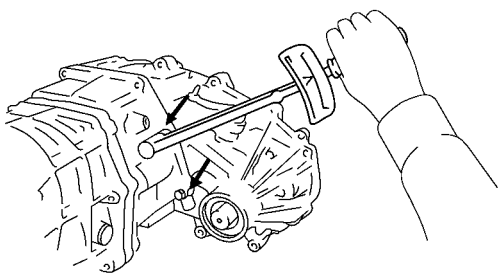

图 10-52 装上两个前部螺栓
2) 将在两个前部螺栓的螺纹部上涂敷密封胶，装上并旋紧螺栓，如图 10-52 所示。